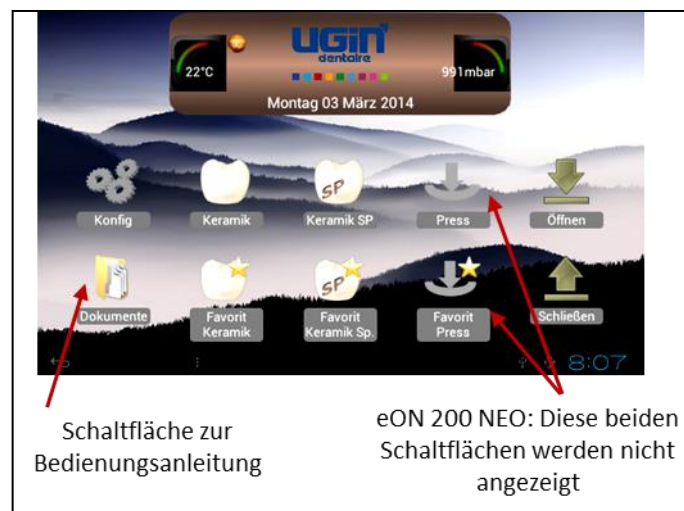

Abb. 1: Startseite
- 9) Nach etwa 40 Sekunden wird die Startseite angezeigt (**Abb. 1**). Die Installation ist beendet.